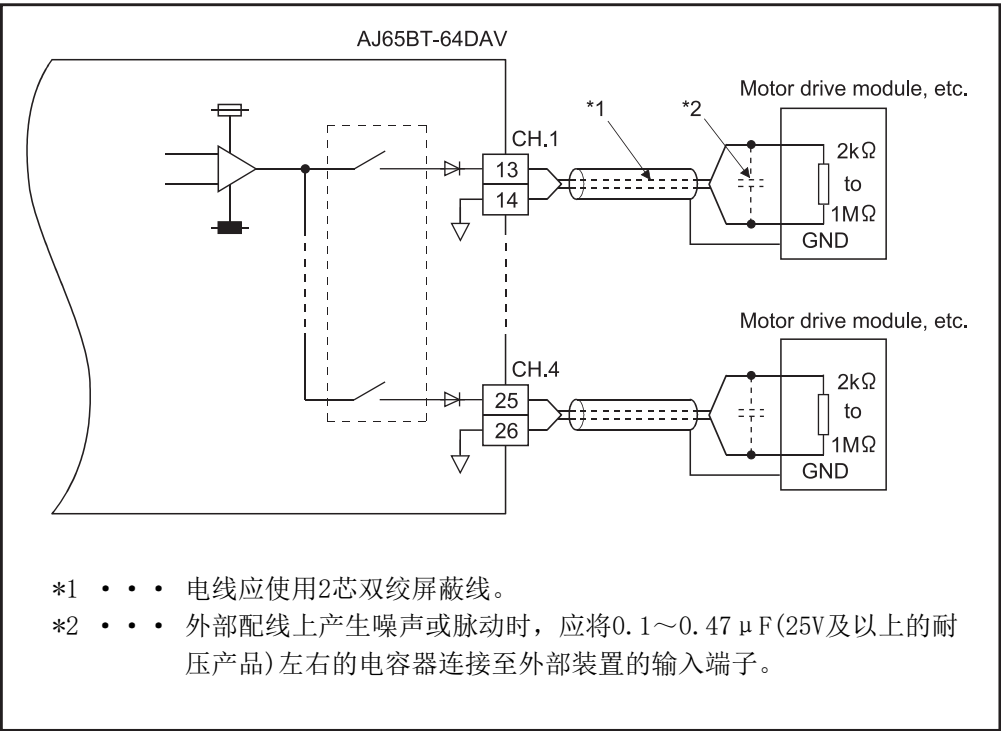

图4.1 AJ65BT-64DAV与外部设备的配线示例
(1) AJ65BT-64DAV与外部设备的配线示例如图4.1所示。